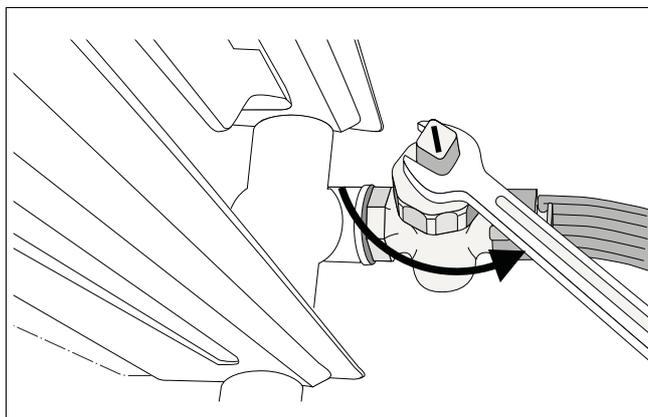

Fig. 100 Svuotamento dell'impianto di riscaldamento
- Lasciare fuoriuscire l'acqua di riscaldamento dal punto più basso dell'impianto di riscaldamento con l'ausilio del rubinetto di carico e scarico o del radiatore (fig. 100). Durante tale operazione è necessario che il disaeratore automatico situato nel punto più alto dell'impianto di riscaldamento / del radiatore sia aperto.